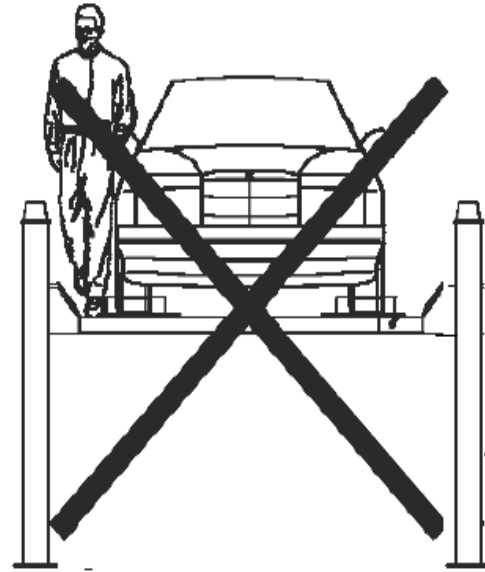

Рис. 17
- Убедитесь в отсутствии людей на платформах во время подъема и опускания. Рис. 17